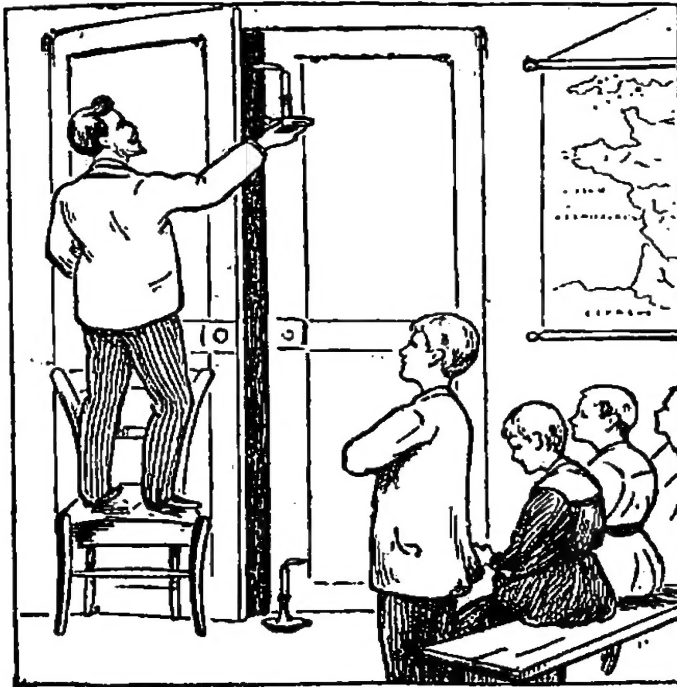

Fig. 9. — L'air froid du dehors pénètre dans la salle par le bas de la porte; l'air chaud s'échappe par le haut.
**EXPÉRIENCE.** — Si l'on entr'ouvre la porte d'une salle chauffée et si l'on place une bougie allumée au bas de l'ouverture (fig. 9), on voit la flamme s'incliner *du dehors en dedans*. Si l'on place ensuite cette bougie